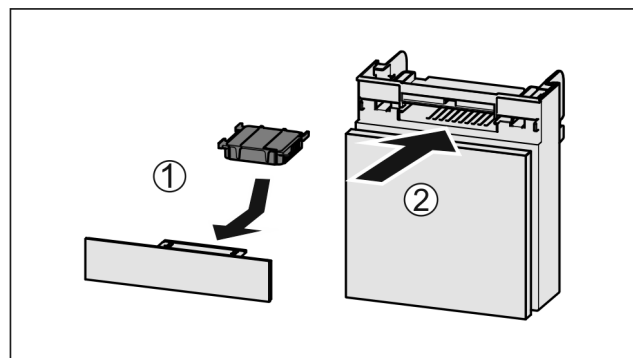

Fig. 119
- Aktivkohlefilter nach Abbildung einsetzen Fig. 119 (1).
- Fach einschieben Fig. 119 (2).